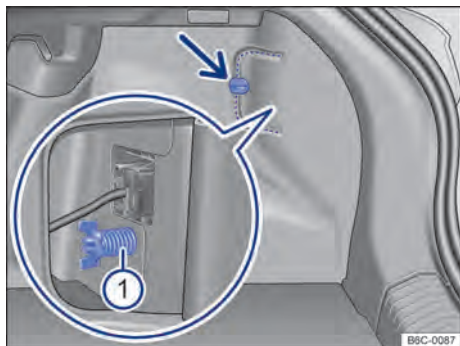
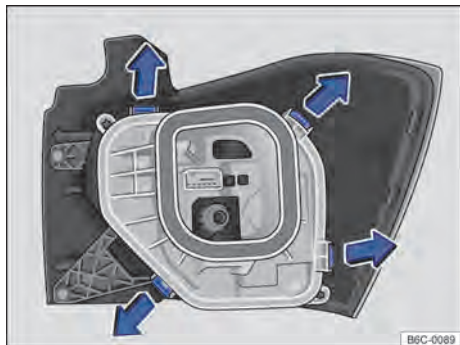

Fig. 138 No compartimento de bagagem: desinstalar cobertura e retirar o parafuso borboleta ① (lupa).
Fig. 139 Lanterna traseira: desinstalar o suporte das lâmpadas
- ① Observar a lista de controle e executar as ações → Página 173.
- ② Abrir a tampa traseira → Página 80.
- ③ Para abrir a cobertura da lanterna, girar a trava → Fig. 138 (seta).
- ④ Abrir a cobertura junto com a trava para o lado.
- ⑤ Soltar o parafuso borboleta ① (lupa) e retirá-lo, segurando, ao mesmo tempo a lanterna traseira.
- ⑥ Puxar cuidadosamente a lanterna traseira para fora, para desencaixá-la da carroceria → ①.
- ⑦ Desencaixar o conector de alimentação das lâmpadas da lanterna, para remover totalmente a lanterna.
- ⑧ Colocar a lanterna traseira sobre uma superfície limpa e lisa.
- ⑨ Para destravar o suporte das lâmpadas, pressionar cada lingueta de travamento → Fig. 139 no sentido das setas.
- ⑩ Remover o suporte das lâmpadas cuidadosamente.
- ⑪ Para remover as lâmpadas incandescentes queimadas pressionar a lâmpada contra o alojamento e girar no sentido anti-horário.
- ⑫ Substituir a lâmpada incandescente queimada por uma lâmpada incandescente nova do mesmo modelo.
- ⑬ Para inserir as novas lâmpadas no suporte das lâmpadas, introduza a nova lâmpada no respectivo alojamento. Pressionar a lâmpada e girar no sentido horário até o batente.
- ⑭ Certificar-se de que as lâmpadas estão corretamente fixadas no suporte das lâmpadas.
- ⑮ Instalar o suporte das lâmpadas na lanterna traseira. As linguetas de travamento → Fig. 139 devem encaixar de forma audível.
- ⑯ Colocar o conector de alimentação na lanterna.
- ⑰ Encaixar a lanterna traseira cuidadosamente no alojamento da carroceria.
- ⑱ Segurar a lanterna traseira na posição de montagem com uma das mãos e aparafusar com a outra o parafuso borboleta → Fig. 138 ①.
- ⑲ Recolocar a cobertura da lanterna em sua posição e girar a trava para fechar.
- ⑳ Fechar a tampa traseira → Página 80.